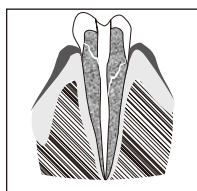

図15
- d) 歯根に亀裂がある：亀裂により漏電する可能性があり、正確な測定ができません（図15）。